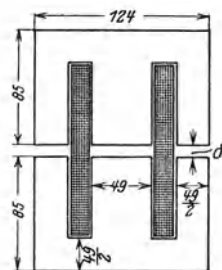

Abb. 200. Abmessungen in Millimetern einer Drosselspule zu Aufgabe 276.
**276.** Die Drosselspule der Aufgabe 246 besteht aus einem aus Blechen zusammengesetzten Eisenkern mit den in Abb. 200 angegebenen Dimensionen. Die Abmessung senkrecht zur Papierebene beträgt 49 mm. Der Kern ist mit 400 [300] Windungen bedeckt. Gesucht wird:
Die Feldlinienlänge im Eisen ist, (siehe Abb. 200 und vergleiche hiermit Abb. 45, Seite 71):